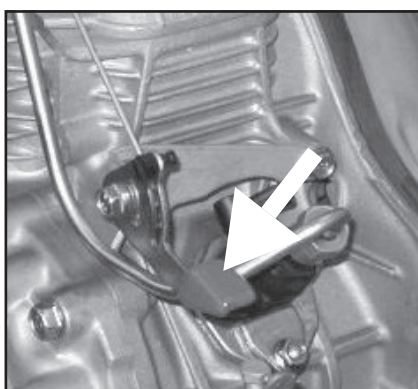

Fig.5 (P3500 - P4500)
2) Baisser le levier du poussoir de soupape situé sur le moteur, comme indiqué dans les figures 5 et 6.